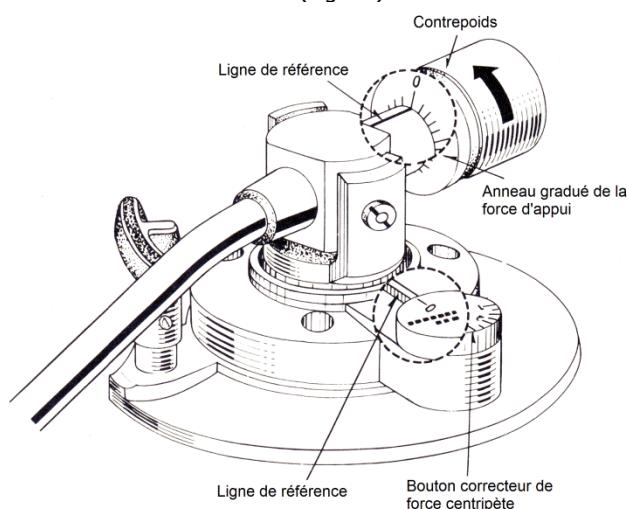
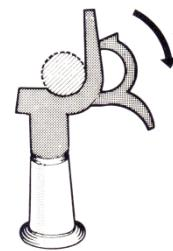

Fig. 9 Mise sur "0"
Fig. 10 Serre-bras
- (1) Mettez le courant (ON ■)
- (2) Appuyez sur le bouton de sélection de vitesse, soit sur "33" ou "45". Assurez-vous que le lève-bras est abaissé et fermez l'interrupteur général.
- (3) Tournez le bouton correcteur de force centripète et réglez sur "0" par rapport à la ligne de référence, comme l'indique la Fig. 9
- (4) Enlevez le protège-pointe de la tête de lecture
- (5) Voyez la Fig.10 et débloquez le serre-bras. Tenez le crochet à griffe de la coquille (Fig. 6) avec les doigts et enlevez le bras de lecture du repose-bras
Faites tourner le contrepoids dans le sens de la flèche sur la Fig. 9
Faites tourner le contrepoids dans le sens contraire de celui indiqué sur la Fig. 9